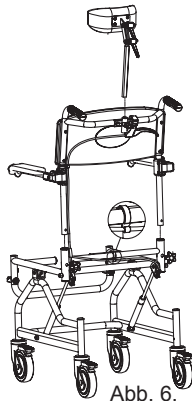

Abb. 6.
- Setzen Sie die Rückenlehne in die Löcher des Rollstuhlr Rahmens ein und befestigen Sie die Rückenlehne mit den beiden Befestigungsknöpfen (Abb. 6);
- Setzen Sie die Kopfstütze in die bereits am Schiebegriff montierte Halterung ein und ziehen Sie die Halterung fest (Abb. 6);